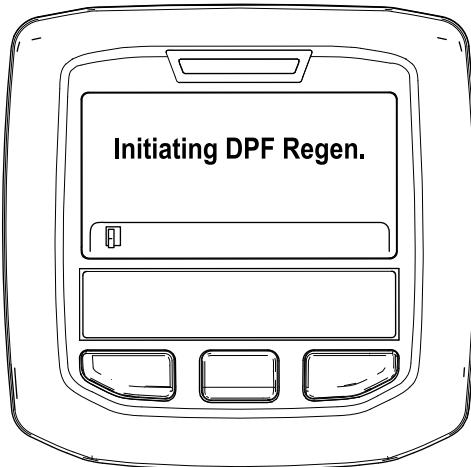

Рисунок 52
- Появится сообщение «Initiating DPF Regen.» («Начало регенерации DPF») (Рисунок 52).